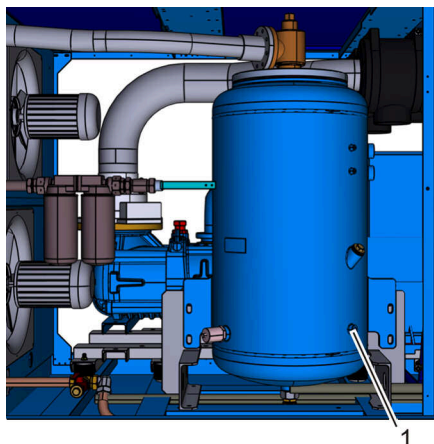
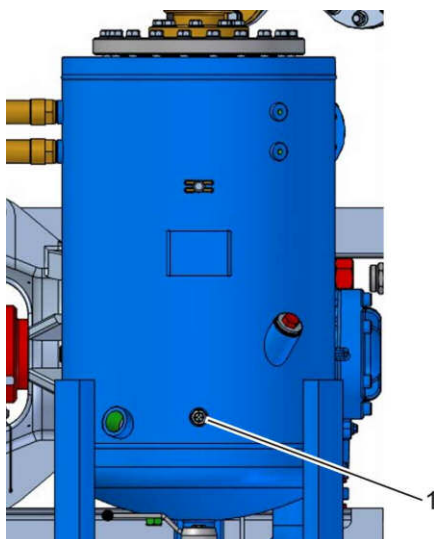

Рис. 33: Смотровое отверстие (вариант)
Рис. 34: Смотровое отверстие (вариант)
7. Проверьте уровень масла через 5 мин. после остановки через смотровое отверстие (Рис. 33/1 или Рис. 34/1) и при необходимости долейте масло, как описано в ☞ Глава 8.4.2 «Проверка уровня масла / доливка масла» на странице 92.